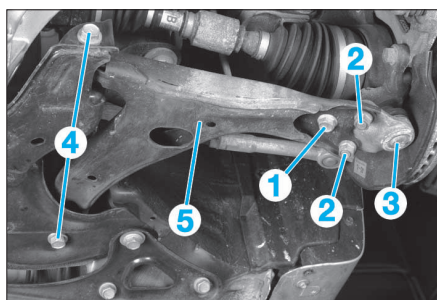

FIG. 12
- Déposer la vis (1) et les écrous (2), puis abaisser le triangle afin de le séparer de la rotule (3) (fig. 12).
- Déposer les vis (4).
- Déposer le triangle de suspension (5).